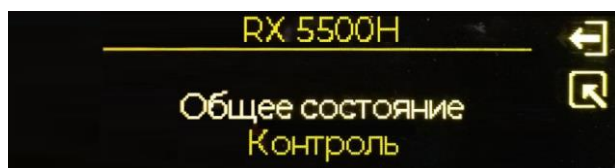

Рисунок 22 – Окно основного меню управления с выбором пункта «Общее состояние»
2.4.5.2.1 Пункт меню «Общее состояние» будет сразу выбран при входе в основное меню (см. рисунок 22).
2.4.5.2.2 Нажать на кнопку манипулятора о чём говорит нахождение значка «» в правой центральной позиции экрана ЖКИ (см. рисунок 22 настоящего документа).